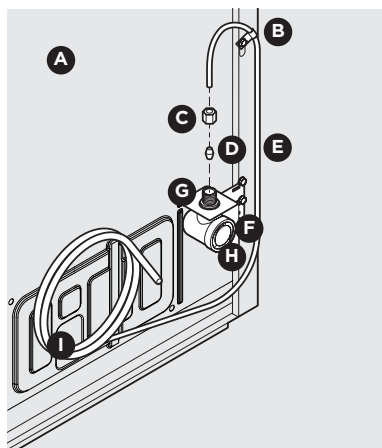
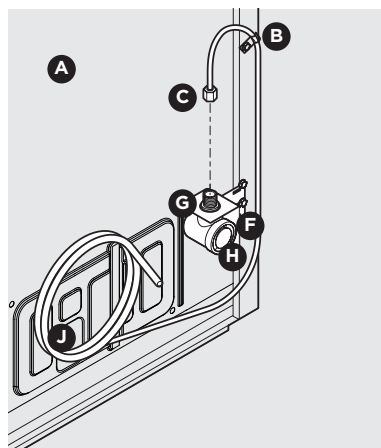

Figure 1
Figure 2
4. Si vous utilisez **des conduites en cuivre** - Faites coulisser l'écrou de compression en laiton puis la bague (manchon) sur la conduite d'alimentation en eau. Poussez la conduite d'alimentation en eau aussi loin que possible dans l'entrée du robinet d'arrivée d'eau ($\frac{1}{4}$ "/6,4 mm). Faites coulisser la bague (manchon) dans l'entrée du robinet et serrez l'écrou de compression à la main sur le robinet. Serrez d'un autre demi-tour avec une clé. NE serrez PAS trop fort. Voir la Figure 1.
Si vous utilisez **des conduites en acier inoxydable tressé** - L'écrou et la bague d'extrémité sont déjà assemblés sur les conduites. Glissez l'écrou sur le robinet d'entrée et serrez l'écrou à la main sur le robinet. Serrez d'un autre demi-tour avec une clé. NE serrez PAS trop fort. Voir la Figure 2.
B	Collier en acier (Fig. 1 : $\frac{1}{4}$ po, Fig. 2 : $\frac{1}{2}$ ")